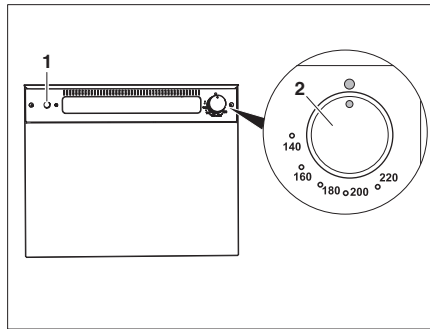

Fig. 326 Horno de gas (Thetford)
- Presionar el regulador giratorio (Fig. 326,2) ligeramente y girarlo hacia la izquierda a una posición cualquiera.
- Presionar el interruptor de encendido (Fig. 326,1) tantas veces como sean necesarias para que arda la llama.
- Girar el regulador giratorio (Fig. 326,2) a "0". La llama se apaga.